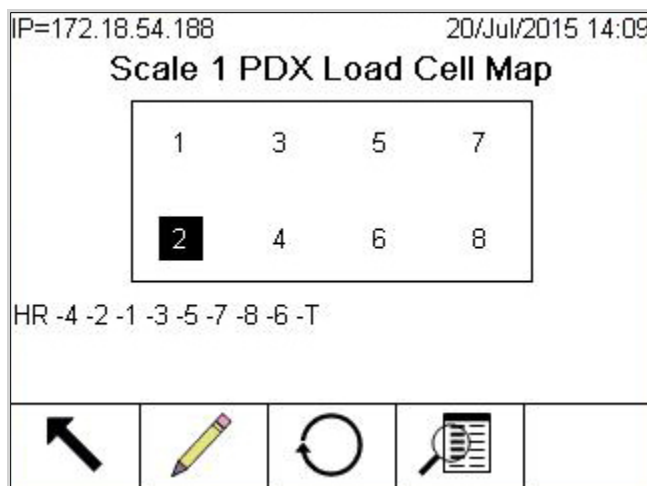

Figura 3-170: Mappa della cella di carico PDX completata
Se si preme il softkey **Visualizzazione elenco**  nella schermata **Mappa cella di carico PDX**, viene visualizzata una tabella relativa alle informazioni di rete della cella di carico. La tabella mostra i dati di ciascuna cella dal cavo home run alla terminazione, così come inserito nelle schermate di modifica del nodo (e mostrate nella mappa della cella di carico, Figura 3-170).
10. Premere il softkey OK per confermare. Per il layout di questa piattaforma singola, la mappa (e la sequenza della cella di carico in fondo alla schermata) somiglierà a quella mostrata nella Figura 3-170.